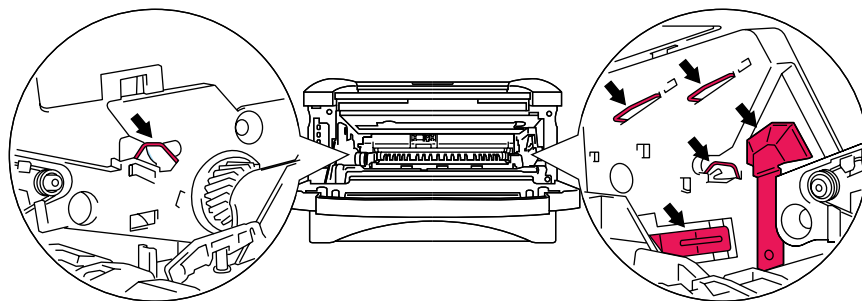

Figure 5-15
- Pour éviter tout dommage à l'imprimante résultant de l'électricité statique, ne mettez pas les doigts sur les électrodes indiquées sur la figure 5-15.